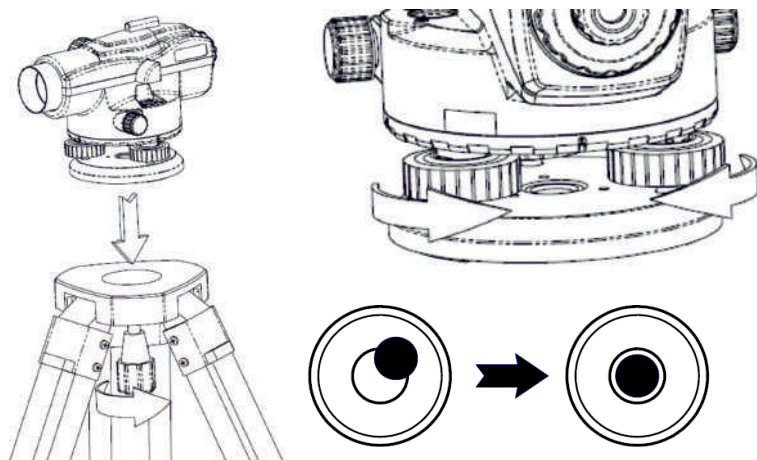

Рис. 2
1. Выдвиньте ножки штатива, пока прибор не будет на уровне глаз, жёстко зафиксируйте штатив на земле, затяните винтовые зажимы (рис. 2).